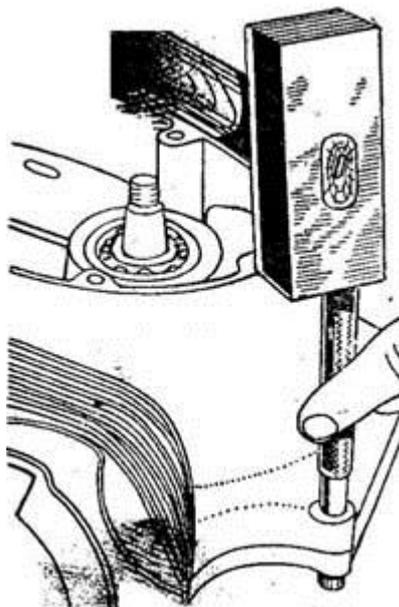

Рис. 92. Выбивание установочных втулок из картера
9. Выбить выколоткой две направляющие (установочные) втулки (рис. 92), расположенные в передней и задней частях картера до выхода их из одной половины картера.